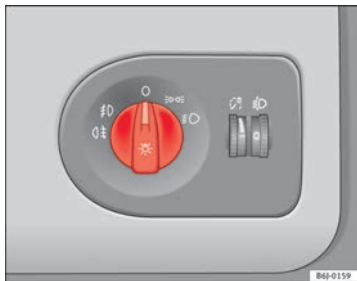

Fig. 54 Détail de la planche de bord : commande des feux, des projecteurs antibrouillard et du feu arrière de brouillard
- Tournez la commande d'éclairage ⇒ fig. 54 en position 0.1.